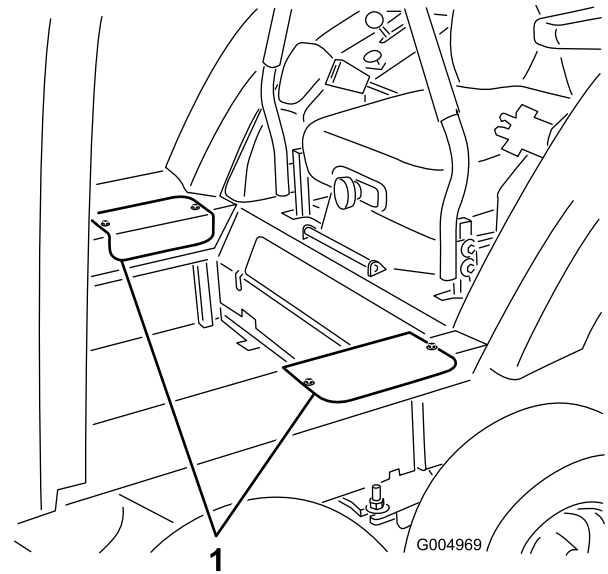

Figure 133
2. Enlevez les deux vis qui fixent chaque couvercle d'accès latéral et déposez les couvercles (Figure 133).